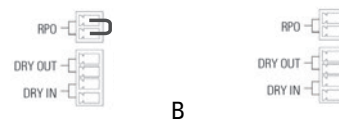

Fig. 21. Connecteur pour l'RPO externe.
- Au retrait du connecteur femelle de la prise où il est inséré. Ce connecteur a un câble connecté en mode pont qui ferme le circuit (voir Fig. 21-A).
- Ou en appuyant sur le bouton externe à l'équipement et appartenant à l'utilisateur et installé entre les bornes du connecteur (voir Fig. 21-B). La connexion dans le bouton poussoir doit être dans le contact normalement fermé -NC-, de sorte qu'il ouvrira le circuit lorsqu'il est actionné.